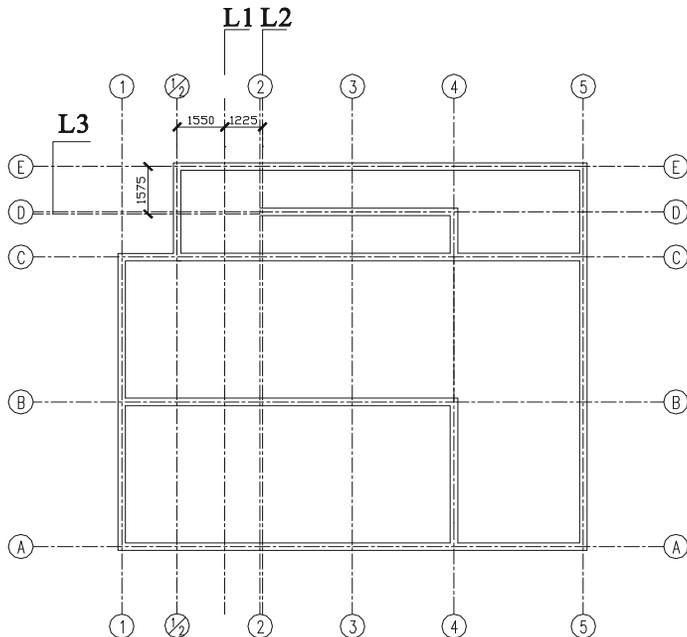

图 9-1-12
(1) 按如图 9-1-1 所示的尺寸偏移中轴线，得到如图 9-1-12 所示的直线 L1、L2、L3。
指定点以确定偏移所在一侧： // 单击中轴线 1/2-1/2 的右侧，得到如图 9-1-12 所示的直线 L1
指定点以确定偏移所在一侧： // 单击直线 L1 的右侧，得到如图 9-1-12 所示的直 L2
指定点以确定偏移所在一侧： // 单击中轴线 E - E 的下侧，得到如图 9-1-12 所示的直 L3